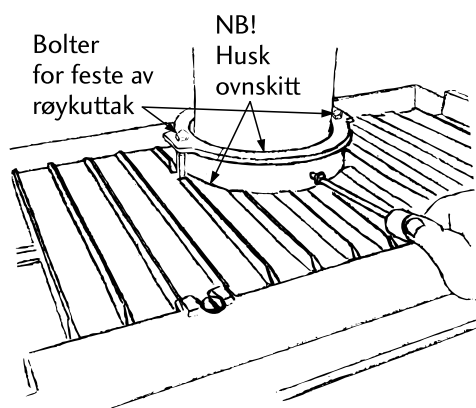

Fig. 11 Fest røykrør
6. Når det er tatt hull i skorsteinen og innmuringsstussen er montert, settes røykrøret på plass. Bor et hull i røykrøret og fest dette igjennom røykut-taket på peisen. Se fig. 11. Skrue følger ikke med. Husk ovnskitt.